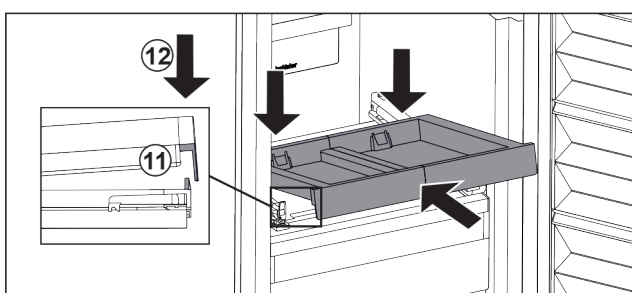

Fig. 143
- Šikmo zasuňte. Dbejte, aby byl na obou stranách doraz za západkou. Fig. 143 (11)
- Usadte vpředu vysouvací přihrádku. Fig. 143 (12)